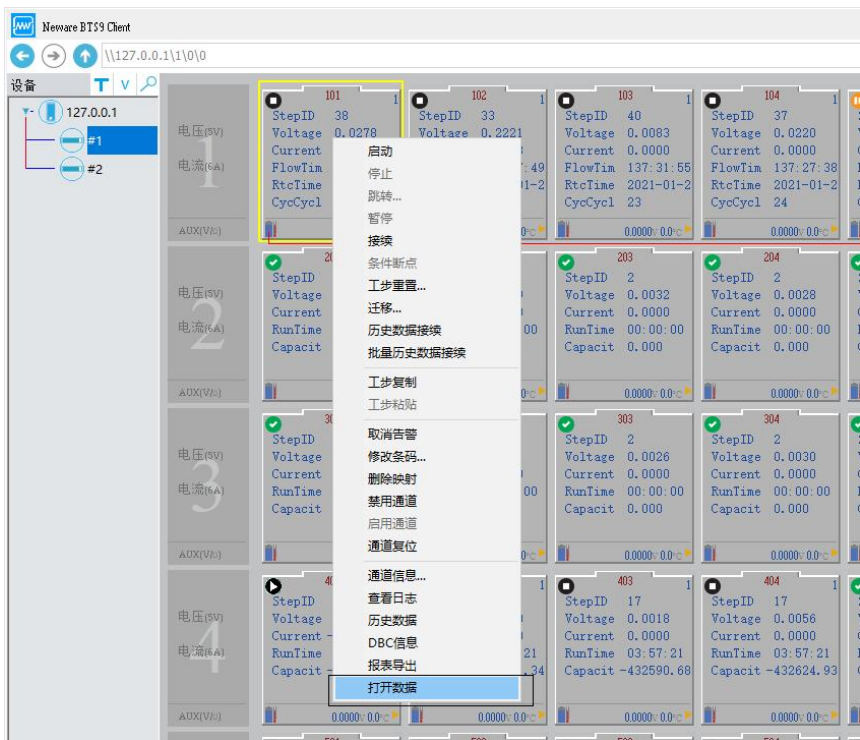

图 6-2 打开数据显示界面
2. 打开数据：客户端自动调用数据分析软件，对当前通道数据进行查看和分析；选择待查看数据通道→单击右键→“打开数据”，打开该通道的测试数据，对测试数据进行查看、比对和分析等，如图 6-2 所示：